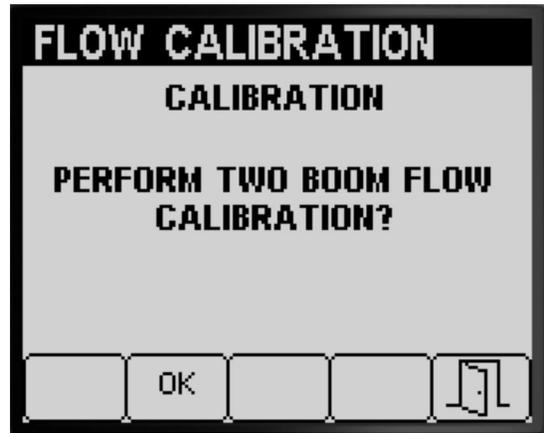

图 58
如果已经完成 3 打药机喷洒臂段校准 Infocenter 信息中心将提示执行 2 打药机喷洒臂段校准图 58 请执行以下操作中的一项目
- 如果不需要执行 2 打药机喷洒臂段校准请按 5 号按钮返回至 Calibrate 校准屏幕图 58。